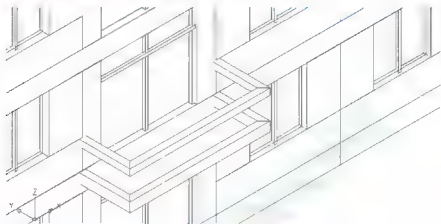
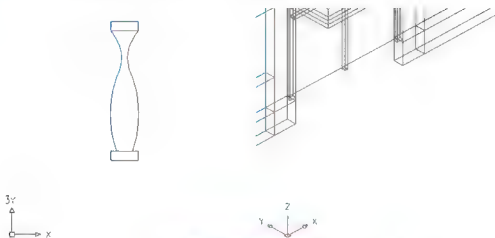
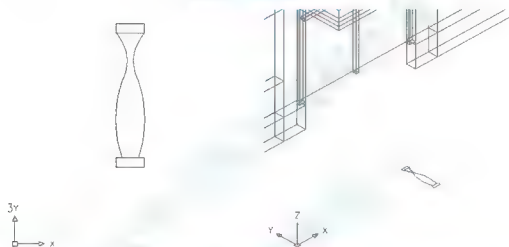

图 6.43 绘制阳台板
图 6.44 垂直平铺窗口
图 6.45 复制“花瓶”图形
- (6) 按 Enter 键结束命令, 结果图 6.43 所示。
(1) 保持当前图层仍为【阳台 1】图层。继续绘制图 6.43, 同时打开第 4 章中图 4.53 所示的图形文件, 然后执行菜单栏中的【窗口】|【垂直平铺】命令, 使打开的两个图形文件呈垂直平铺显示状态, 结果如图 6.44 所示。
(3) 将十字光标放到任意一条虚线上 (注意不能放在蓝色夹点上), 按住鼠标左键并缓缓地移动光标, 会发现所选择的花瓶图形随着光标的移动而移动。
(4) 继续按住左键并将图形放到图 6.43 所示的窗口中, 松开左键, 这时选择的花瓶图形被复制到该图形中, 结果如图 6.45 所示。关闭图 4.53 所示的图形文件。